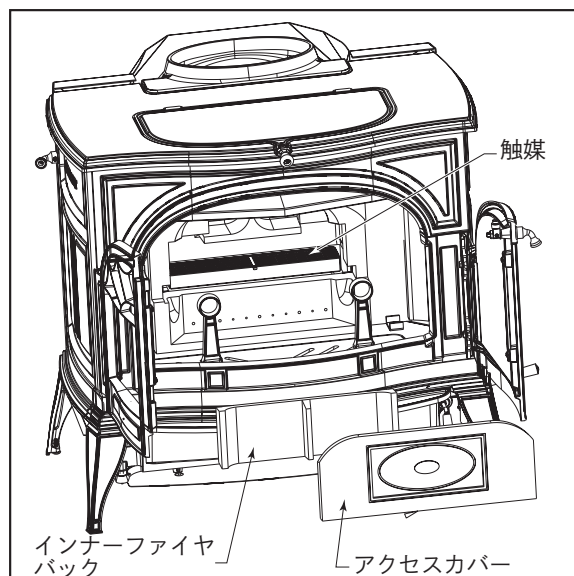

図 28 触媒コンバスターの点検
- ・ 燃焼室の背部に溜まった灰を掃除します。この作業は、煙突を年に1度掃除するときに同時に行ってください。鏡などを使用し、燃焼室の後ろの煙が通る箇所を点検し、そこに掃除機のホースをさしこんで、灰を吸い取ります。(図 28)